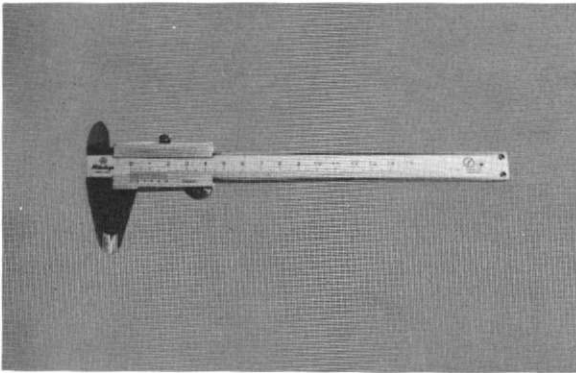

Fig. 6-1
- A. Vernier caliper (Fig. 6-1)
- A. Pied à coulisse (Fig. 6-1)
- A. Schublehre (Bild. 6-1)